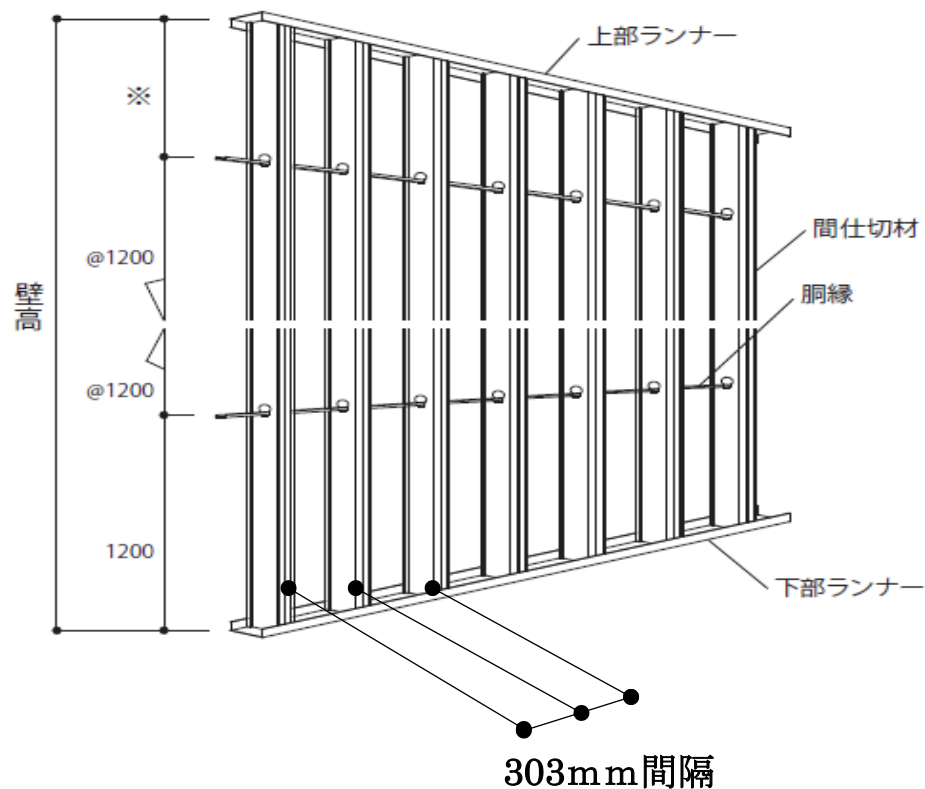

図 11 軽量鉄骨内部間仕切ラスシート下地
③ 軽量鉄骨内部間仕切ラスシート下地
- ・スタッドを図 11 に示す縦方向に 303mm 間隔以内で留め付ける。